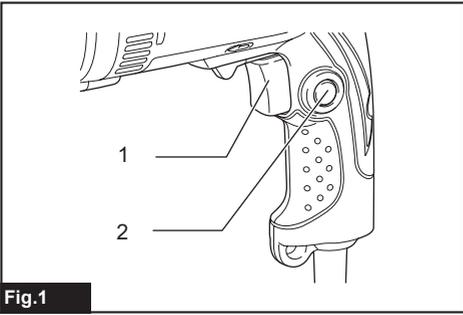

Fig.1
► **Fig. 1:** 1. Interruttore a grilletto 2. Pulsante di sblocco